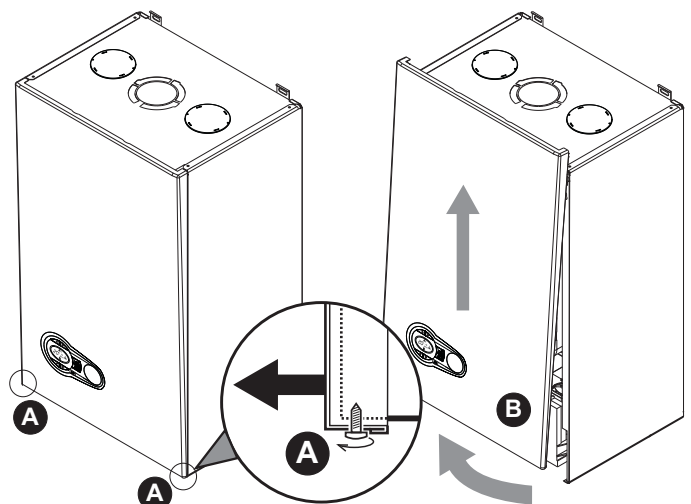

Abb. 25 - Öffnen der Frontverkleidung
1. Die Schrauben **A** teilweise aufdrehen (siehe Abb. 25).